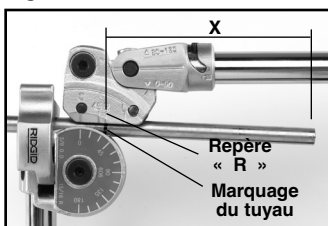

Figure 8 – Avant
- Si l'élément existant se trouve à **DROITE** du marquage du tuyau (Figure 8 – Avant), alignez cette marque avec le repère « R » du porte-galet.